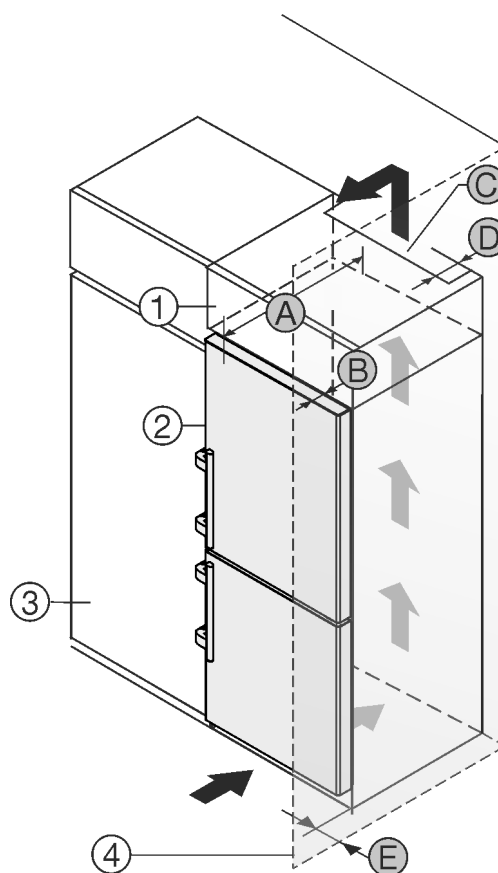

Fig. 2
- (1) Дополнительный шкафчик\*
- (2) Устройство\*
- (3) Кухонный шкаф\*
- (4) Стена\*
- (A) Глубина устройства\*
- (B) Глубина двери\*
- (C) Вентиляционное сечение\*
- (D) Расстояние до обратной стороны устройства\*
- (E) Расстояние до стороны устройства\*
Вы можете установить устройство непосредственно рядом с кухонным шкафом Fig. 2 (3)\*.
На задней стенке дополнительного шкафчика должен быть вентиляционный канал с глубиной Fig. 2 (D) по всей ширине этого шкафа.\*
Нужно соблюдать вентиляционное отверстие Fig. 2 (C) под нижней панелью.\*
Если устройство устанавливается на шарнирах у стены *Fig. 2 (4)*, то расстояние между устройством и стеной должно быть не менее 57 мм. Это соответствует расстоянию, на которое выступает ручка при открытой двери.\*
Чтобы можно было полностью открыть дверь, устройство должно выступать на глубину двери *Fig. 2 (B)* относительно передней стенки кухонного шкафа. В зависимости от глубины кухонных шкафов *Fig. 2 (3)* и использования пристенных распорок устройство может выступать и больше.\*